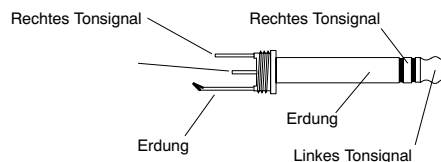

Abbildung 7
- Wird ein „Tape-Return“-oder ein Monitor-Eingangssignal gewünscht, schließen Sie dieses über eine 3,5-mm-Stereoklinke an die „Mon In“ Buchse auf der rechten Geräteseite an. Das hier eingespeiste Signal kommt typischerweise von einem NF-Ausgang des an den FP33 angeschlossenen Geräts. Siehe abbildung 7.
- Wird ein unsymmetrisches Ausgangssignal gewünscht, schließen Sie das aufnehmende Gerät über eine 3,5-mm-Stereoklinke an den „Tape out“-Ausgang an der rechten Geräteseite an. Typisch könnte hier ein Cassetten oder ein DAT Recorder angeschlossen werden. Siehe abbildung 7.